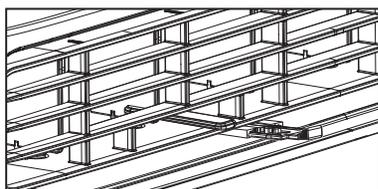

Figure 3 (ÉVENT OUVERT)
3. Échanger l'air de la pièce - événement ouvert (voir Fig. 3)